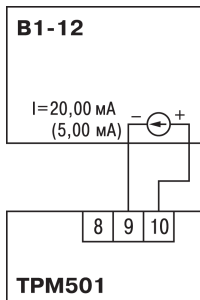

Рисунок 8.3 – Схема підключення
1. Підімкнути до входу (клеми 8 – 10, див. *рисунок 8.3*) пристрою замість датчика диференційний вольтметр В1-12, увімкнений в режимі калібрування струму.